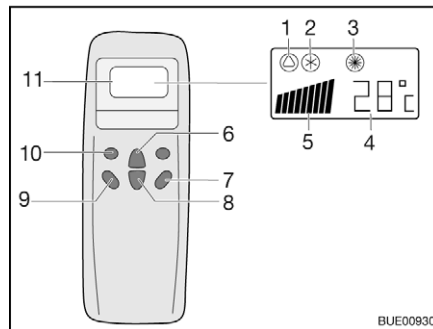
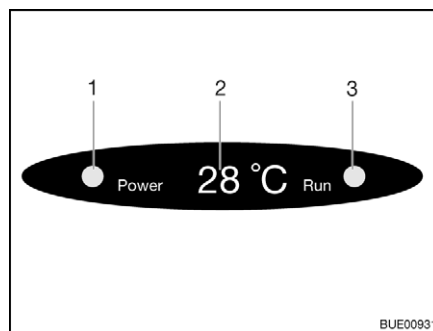

Bild 161 Fjärrstyrning
Bild 162 Diffusörens display
- Tryck på knappen "ON/OFF" (Bild 161,7).
- Tryck så många gånger på knappen "Mode" (Bild 161,10) tills önskad driftstyp (Bild 161,1, 2 eller 3) visas på displayen. Motsvarande kontroll-lampa tänds på diffusörens display (Bild 162,3).
- Ställ in önskad temperatur med knappen Temperaturökning (Bild 161,6) eller Temperatursänkning (Bild 161,8).
- Med knappen Fläktvarvtal (Bild 161,9) väljs önskad fläktkapacitet.